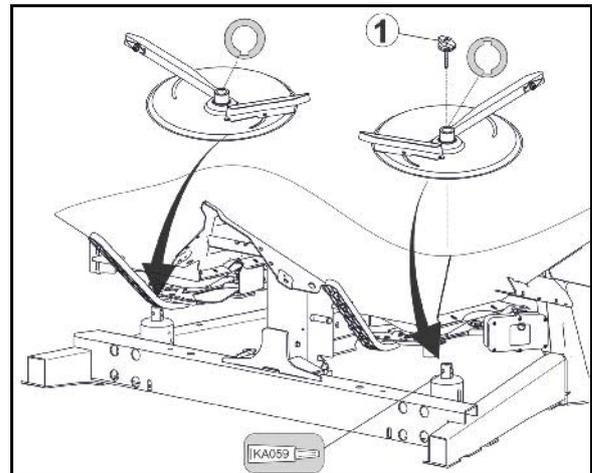

Fig. 68
1. Dispersión en límite según la normativa de abonado (Fig. 68):